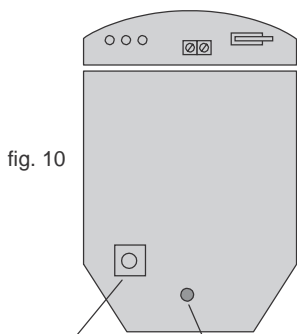
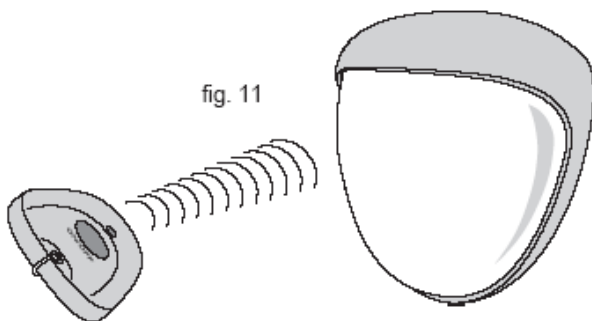

fig. 10
fig. 11
- O utilizador pode programar individualmente um número de definições configuráveis, tal como ilustrado no tabela de programação. As definições de fábrica são apresentadas nas caixas sombreadas. As alterações às definições existentes podem ser facilmente efectuadas. Para repor as definições de fábrica retire simplesmente a alimentação do detector, prima e mantenha o botão de programação premido (fig. 10) enquanto volta a ligar a alimentação do detector: antes da instalação, através de uma bateria PP3 ou ao aplicar 12 Volt à unidade no local.
- 1) Prima o botão de programação, tal como apresentado na fig. 10 (ou o botão da tecla de controlo apresentada na fig.11, 12) para o número da Opção a ser alterada, ou seja, uma vez para alcance, duas vezes para contador de impulsos, três vezes para LED, quatro vezes para Lux, cinco vezes para contactos & seis vezes para o temporizador.
NOTA: Ao ligar a alimentação do **D-TECT²** o utilizador dispõe de um espaço de tempo de 5 minutos para utilizar a tecla de controlo IR. O temporizador pode ser repostado ao premir o botão de programação, tal como apresentado na fig.10, ou ao desligar e depois voltar a ligar a alimentação do **D-TECT²**